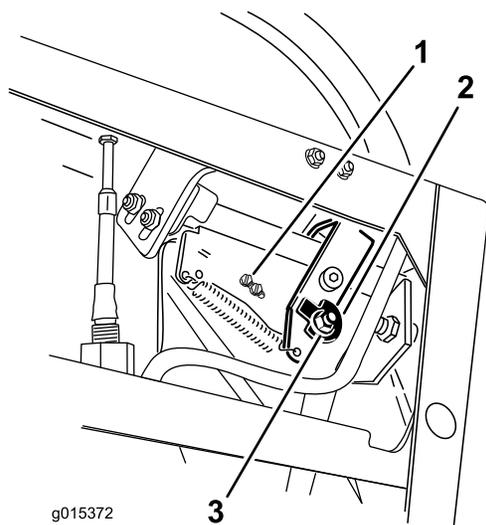
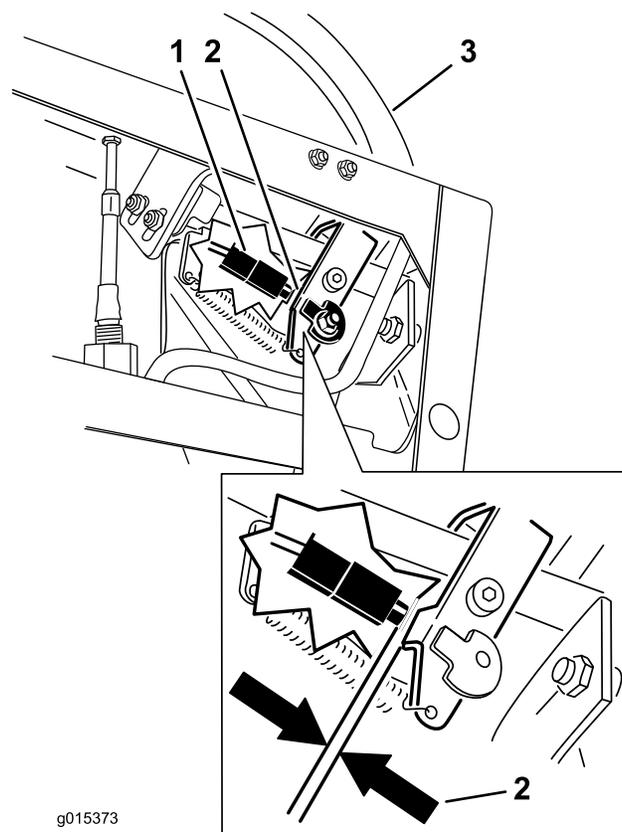

Figura 68
Figura 69
7. Afloje la tuerca y el perno que sujetan la leva (Figura 68).
10. Compruebe la distancia entre la palanca de control y el interruptor, según se muestra en Figura 69. La distancia debe ser de 1/8 pulgada (3 mm) con la palanca de control de movimiento derecha en la posición de punto muerto sin bloquear.
11. Si es necesario, afloje los tornillos que sujetan el interruptor, y ajuste el interruptor (Figura 68 and Figura 69).